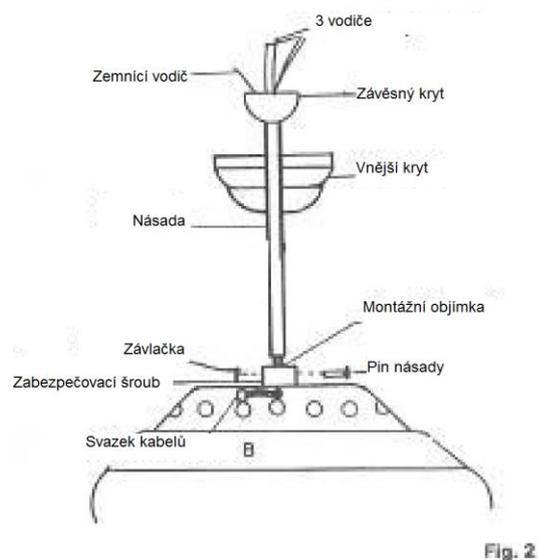

Fig. 2
PŘIPEVNĚNÍ PRODLUŽOVACÍ NÁSADY, VNĚJŠÍHO KRYTU A KRYTU OBJÍMKY (FIG.2)
- a. Nastavte kód stejně jako na vysílači. (Fig 2)